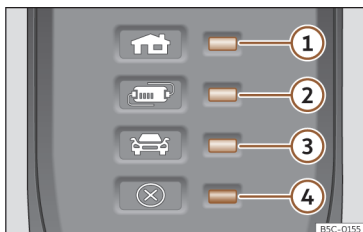

Fig. 66 No cabo de carregamento para tomadas de corrente: Luzes de controlo do dispositivo de proteção.
>>> **Fig. 66:**
>>> **Fig. 66** faz com que o conector de carregamento permaneça sem corrente até se ligar na tomada de carregamento do veículo.
Uma ou várias luzes de controlo >>> **Fig. 66**
Indicação >>> Fig. 66	Significado
①, ④ piscam	O conector para a habitação aqueceu muito.
②, ④ piscam	O dispositivo de proteção foi aqueceu muito.
Se o processo de carregamento continuar com uma corrente inferior, além do indicador de funcionamento, pisca a luz de advertência >>> Fig. 66 ④ a vermelho.
- Se voltar a ocorrer um desligamento ou redução da corrente de carregamento e a causa não parece ser a exposição a uma fonte de calor externa, observe que luz de controlo verde pisca >>> Fig. 66. Para a verificação do cabo de carregamento, dirija-se a um concessionário especializado CUPRA ou a qualquer concessionário da rede SEAT. Para a verificação da ligação da infraestrutura, dirija-se a um estabelecimento especializado em instalações elétricas.
Se a luz de advertência ④ vermelha piscar ou acender sem que se acenda por sua vez de forma permanente uma luz de controlo >>> Fig. 66 ①, ② ou ③ o indicador de funcionamento, há uma avaria.